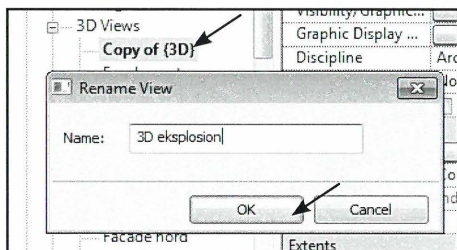

Fig. 15.19. Omdøb 3D View'et.
- Højreklik på det nye View - *Rename* og giv den et nyt navn (Fig. 15.19).